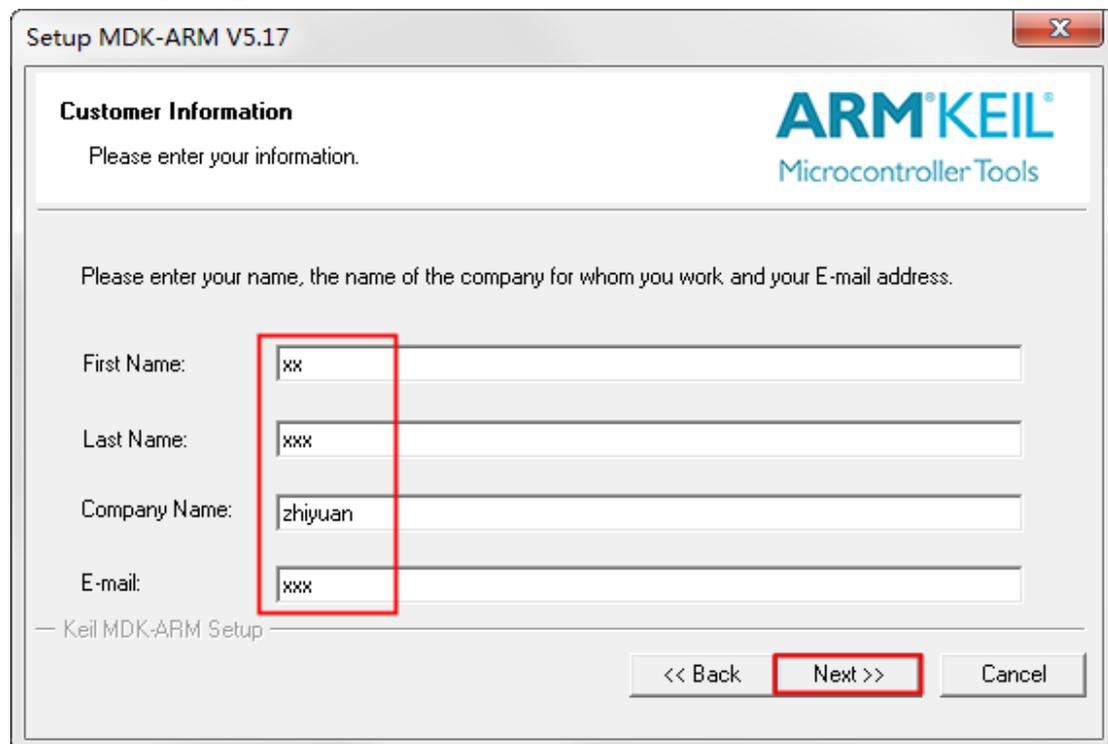

图 2.8 填写用户信息
(4) 进入用户信息填写界面, 如图 2.8 所示, 根据实际情况填入相关用户信息, 然后点击【Next】。